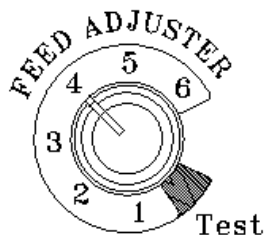

Fig. 19
4. Réglez le débit d'alimentation. Si c'est le premier feu que vous allumez ou si vous êtes en train d'essayer plusieurs sortes de granulés, mettez le bouton de réglage de l'alimentation sur 4 (voir figure 19). Il s'agit d'une valeur sûre, que vous devrez probablement augmenter. Lorsque vous avez trouvé un réglage qui va bien, utilisez-le. N'oubliez pas que si le débit d'alimentation est trop élevé, vous risquez de gaspiller du combustible.